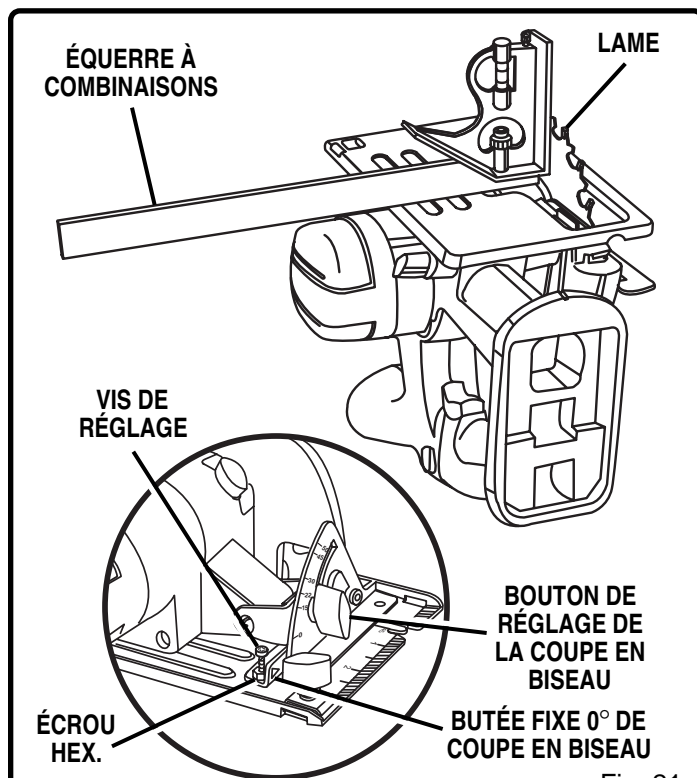

Fig. 21
Voir figure 21.
- Placez la scie la tête en bas sur l'établi. Voir figure 21.